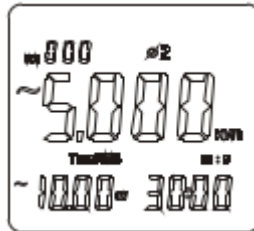

Figura 13
• Como muestra la figura 13, presione la tecla “SELECT” para elegir las fases 1, 2 o 3 ($\phi 1$, $\phi 2$ o $\phi 3$) para mostrar la potencia actual para la fase correspondiente, el período estadístico actual y la energía acumulada en el display.